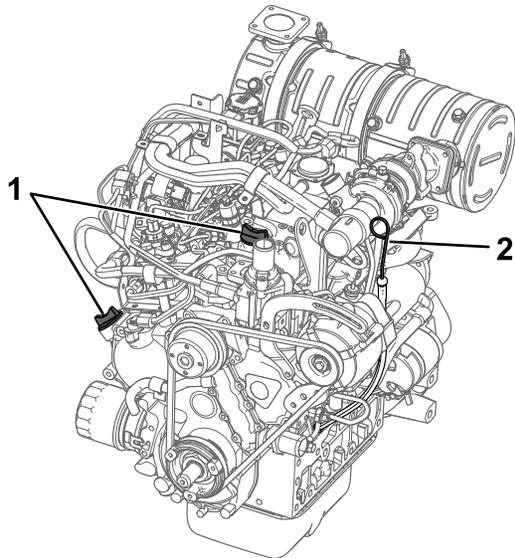

Figura 48
4. Limpie la zona alrededor de la varilla de aceite y el tapón de llenado de aceite (Figura 48).